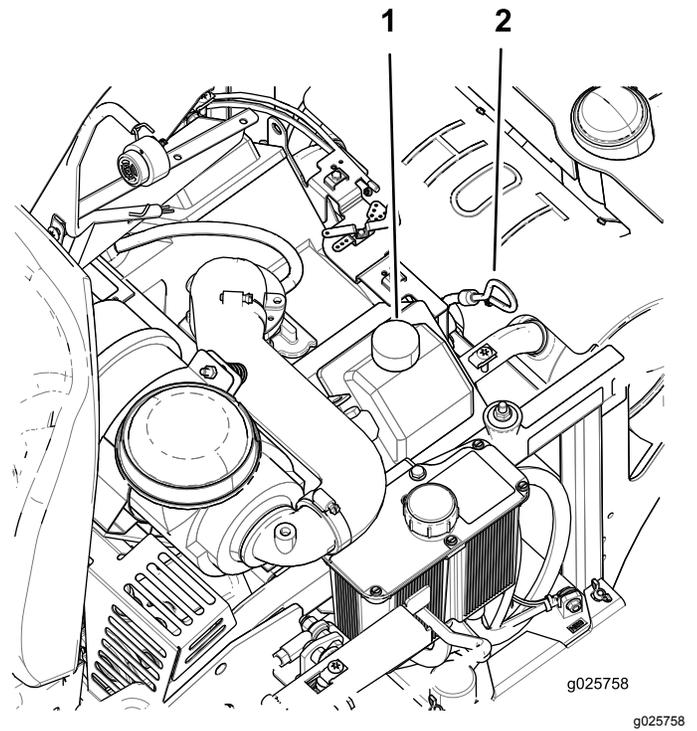

Bild 38
5. Reinigen Sie den Bereich um den Peilstab (Bild 38).
9. Wenn der Ölstand niedrig ist, wischen Sie den Bereich um den Ölfüllstutzendeckel ab, nehmen Sie den Deckel ab und füllen bis zur Voll-Markierung am Peilstab auf (Bild 38).
4. Gießen Sie langsam ungefähr 80 % der angegebenen Ölsorte in den Einfüllstutzen und füllen Sie dann vorsichtig mehr Öl ein, um den Ölstand an die **Voll**-Markierung am Peilstab zu bringen (Bild 38).
5. Lassen Sie den Motor an und fahren Sie auf eine ebene Fläche. Prüfen Sie den Ölstand (Bild 38).